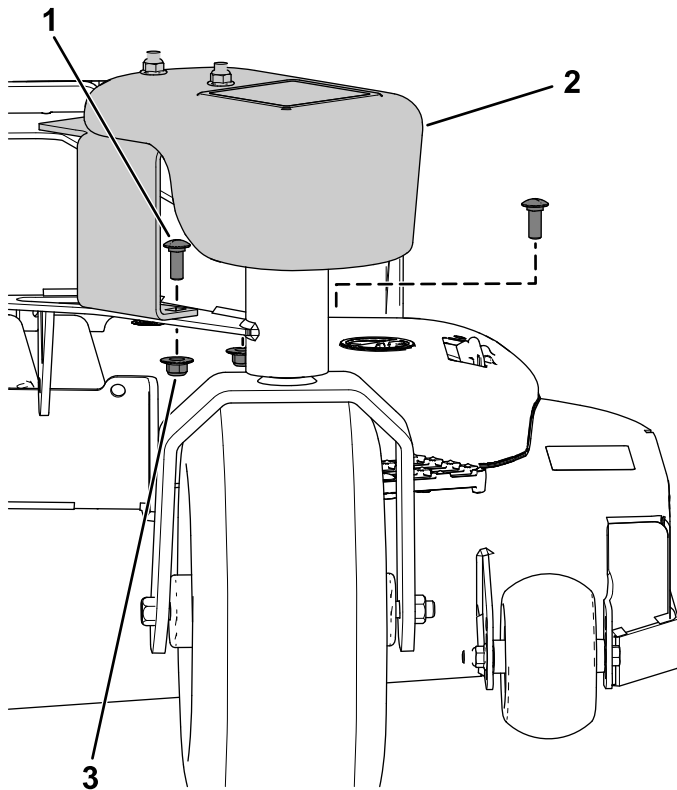

Figura 6
1. Fissate il peso sul braccio orientabile con 2 bulloni a testa tonda ($\frac{3}{8}$ " x 1") e 2 dadi flangiati ($\frac{3}{8}$ ") come illustrato nella Figura 6.